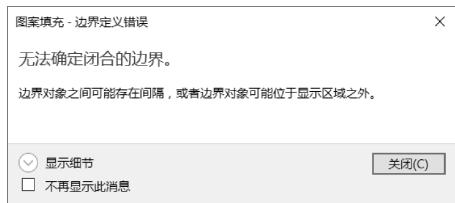

图 8-2 “边界定义错误”对话框
- “拾取点”按钮 Select Points ：以拾取点的方式确定填充区域的边界。单击按钮 Select Points ，在绘图区，单击指定要填充区域的内部点，则显示被选封闭区域。如果所选区域边界为不封闭时，系统提示信息，如图 8-2 所示。所以，所